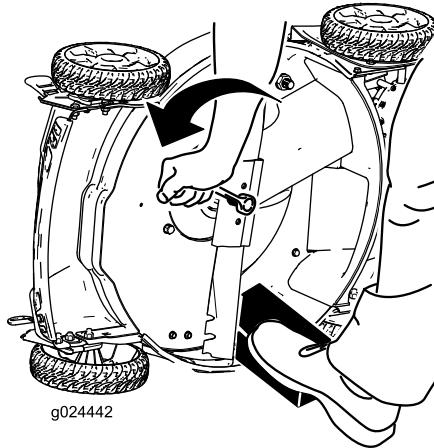

Figure 26
3. Immobilisez la lame avec un morceau de bois (Figure 26).
4. Déposez la lame en tournant le boulon dans le sens antihoraire, et conservez toutes les fixations pour montez la lame neuve (Figure 26).